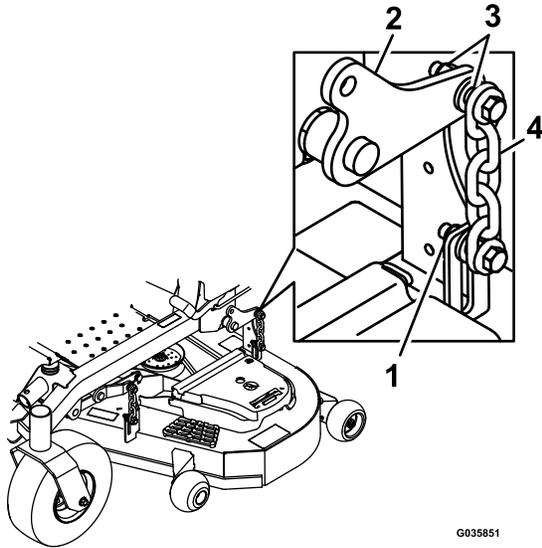

Bild 83
16. Lösen Sie die Sicherungsmuttern (Bild 83) an allen vier Ecken und stellen Sie sicher, dass das Mähwerk fest auf allen vier Blöcken sitzt.